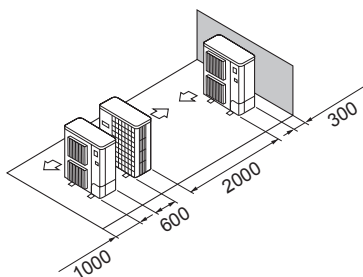

Fig. 2-16
- ⑤ Paralelné umiestnenie jednej jednotky (Fig. 2-16)